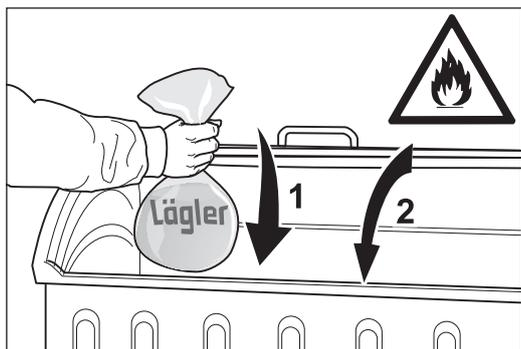

Abb. 47 Den gefüllten Staubbeutel in einen **nicht brennbaren** Behälter legen (1) und diesen verschließen (2) → **Brandgefahr!**
- Der Staubbeutel muss immer direkt nach der Bodenbearbeitung von der Maschine entfernt, verschlossen und in einem nicht brennbaren Behälter aufbewahrt werden (Abb. 47, 1)!
Verschließen Sie diesen Behälter mit einem nicht brennbaren Deckel (Abb. 47, 2)!
- 7 **Entsorgen Sie den vollen Staubbeutel wegen Brandgefahr in einem verschlossenen und nicht brennbaren Behälter (Abb. 47)!**